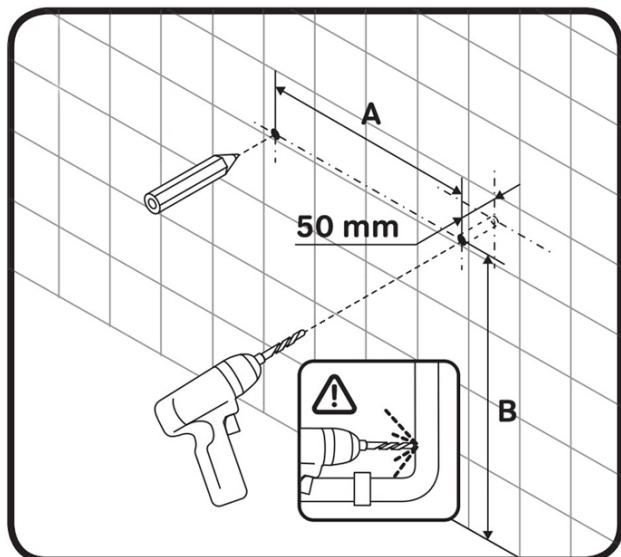

Рис.2 ОТМЕТКА МЕСТ И БУРЕНИЕ ОТВЕРСТИЙ ПОД АНКЕРНЫЕ БОЛТЫ
- Затем отмечаем места бурения отверстий под анкерные болты. Для этого берем расстояние между навесами шкафа и с помощью уровня аккуратно делаем разметки на стене. В дальнейшем сверлим отверстия на отмеченных местах под анкерные болты (**рис.2**).